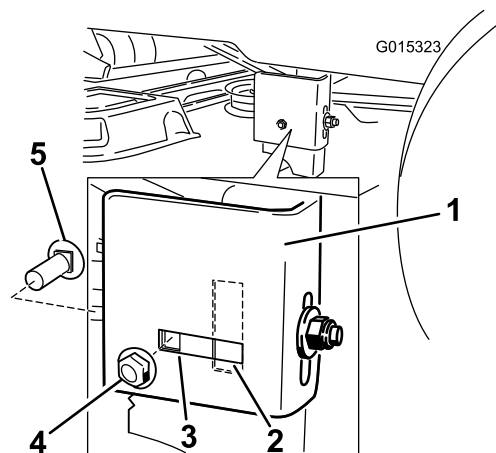

Figure 51
8. Si le boulon de carrosserie latéral est à la position fixe, retirez-le ainsi que l'écrou de blocage latéral de cette position et placez les dans l'emplacement de réglage allongé (Figure 51).